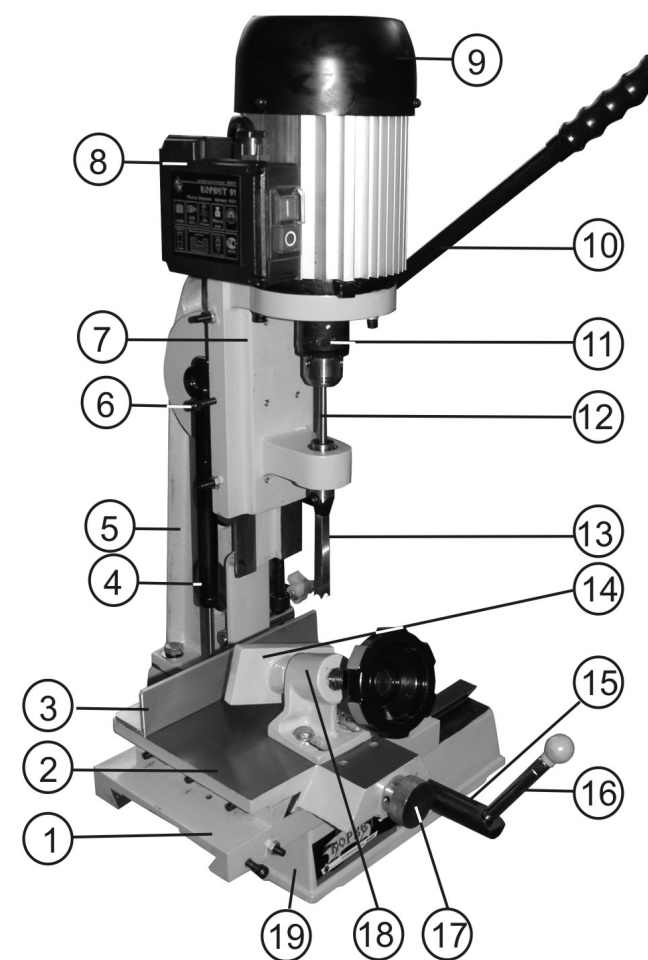

Рис.2
7.1. Станок состоит из следующих сборочных единиц и деталей (Рис.2, 3)
8.2.2. Как показано на Рис.2, на валу (15) установите и закрепите ручку продольного перемещения (16).
### 10.1. Подготовка к работе (Рис. 2,3)
### 10.2. Выполнение основных операций (Рис.2,3)